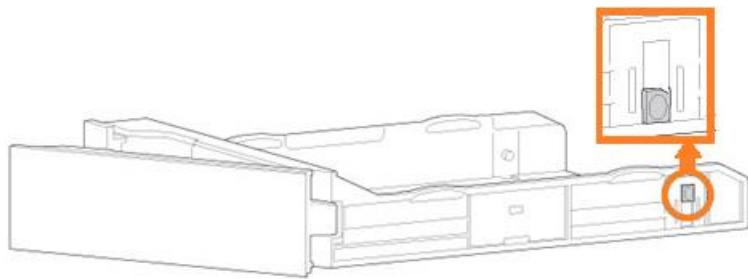

Рисунок 215 – Переключатель адаптера SSD
15. В нижнем правом углу лотка жестких дисков имеется переключатель адаптера SSD (см. Рисунок 215). Переключить его в нижнее положение.